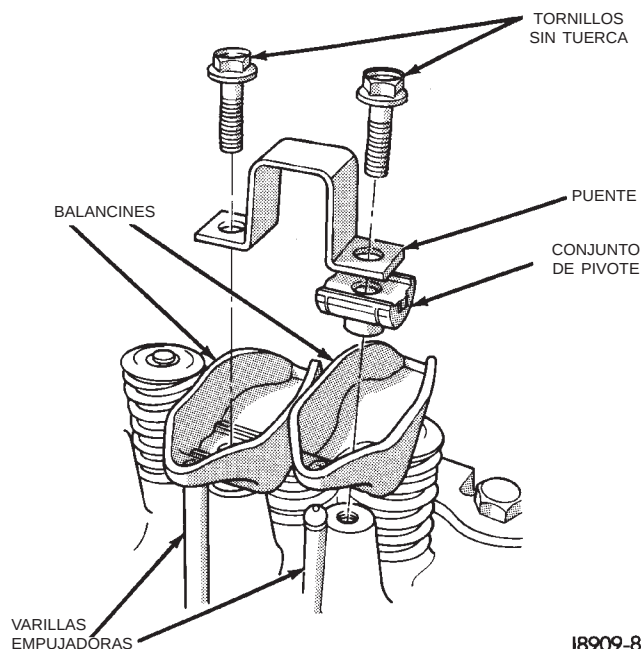

Fig. 33 Conjunto de balancín
(2) Drene el refrigerante y desconecte las mangueras de la caja del termostato del motor. NO desaproveche el refrigerante reutilizable. Si la solución está limpia y se drena sólo para efectuar el servicio del motor o el sistema de refrigeración, drene el refrigerante dentro de un recipiente limpio para su reutilización.
(3) Retire el conjunto del depurador de aire.
(4) Retire la tapa de la culata de cilindros del motor. (Consulte el procedimiento en esta sección.)
(5) Retire los tornillos sin tuerca, los conjuntos de puente y pivote y los balancines (Fig. 33).
(6) Retire las varillas empujadoras (Fig. 33). **Mantenga las varillas empujadoras, los puentes, pivotes y balancines en el mismo orden en que fueron retirados.**
(7) Afloje la correa de transmisión de accesorios del soporte de la bomba de dirección asistida, si está equipado, o en el soporte de la polea de guía (para informarse sobre el procedimiento apropiado, consulte el grupo 7, Sistema de refrigeración).
(8) Si el vehículo está equipado con aire acondicionado, realice lo siguiente: